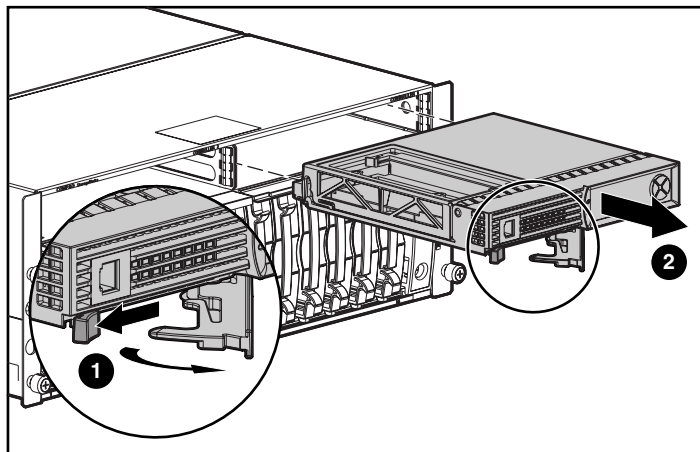

Figure 5 : Retrait du contrôleur d'un MSA1000
1. Appuyez sur le loquet du contrôleur et tirez la poignée du loquet vers vous ❶. Reportez-vous à la Figure 5.
2. Retirez le contrôleur MSA1000 en le tirant horizontalement hors du châssis ❷.